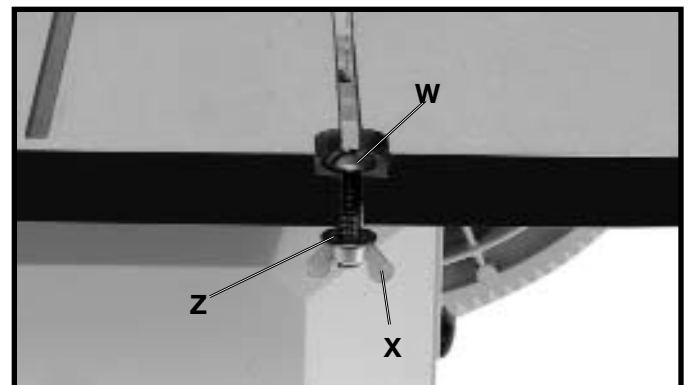

Fig. 12
10. Inserte la tuerca de M6x1x30mm (W) Fig. 12 a través del agujero en la mesa, conforme a lo ilustrado, y afiáncela en su sitio utilizando la arandela plana M6 y la tuerca de aleta M6x1 (X).